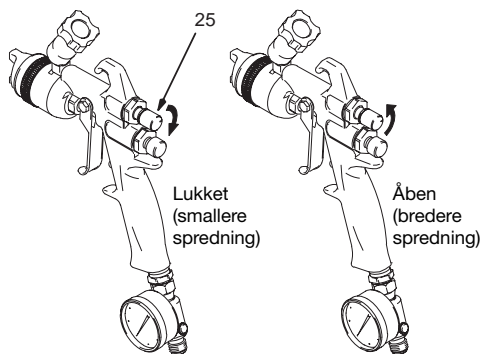

Fig. 11
Drej lufthætten efter behov for at opnå den ønskede retning på spredningen. Der kan dannes en rund spredning ved at afbryde spredningsluften og dreje spredningsregulatoren (25) så langt som muligt med uret. Se fig. 11.